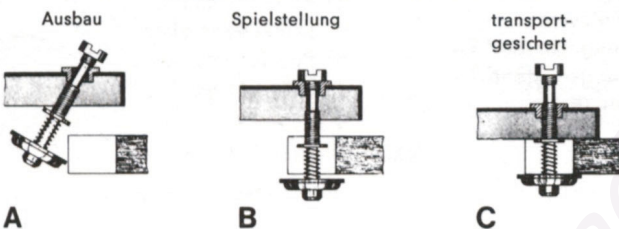

Abb. 1
(transportgesichert Bild 1 C)
2. Transportsicherungsschraube im Uhrzeigersinn drehen, bis sie ca. 15 mm tiefer rutscht (Bild 1 B).
4. Wechsler links anheben, und Transportsicherungsschraube aushängen (Bild 1 A).